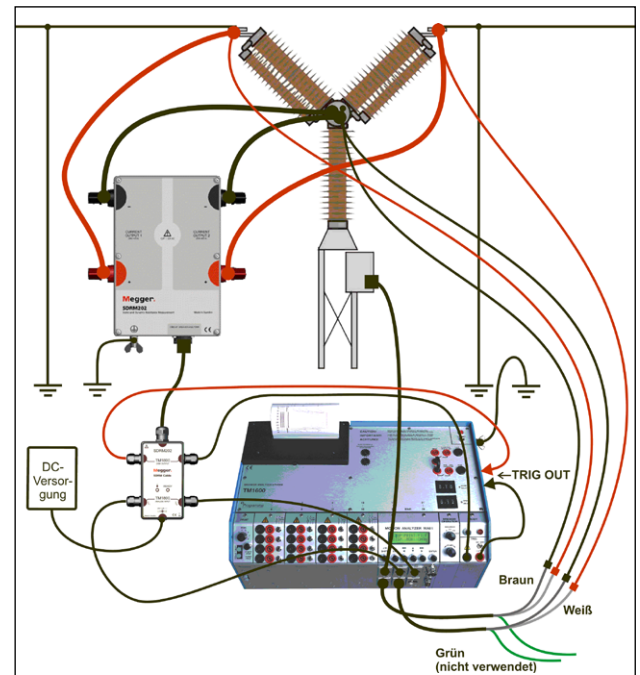

Abb. 5.2.1 Beispiel für eine Zusammenschaltung mit SDRM202. SDRM201 wird auf dieselbe Weise, jedoch nur mit einem Kanal zusammenschaltet.
- 1] Verbinden Sie SDRM201/202 und den Schalter, siehe Beispiel auf Abb. 5.2.1.